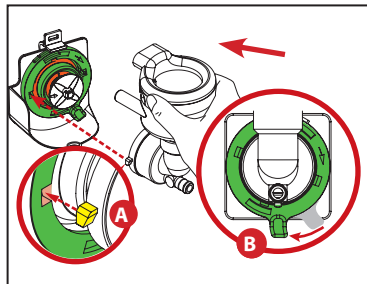

Рис. 4
3. Поверните установочную пластину по часовой стрелке так, чтобы отверстия смесителя расположились в положениях 3 часа и 9 часов. Выровняйте направляющие крючки на смесительной камере и вставьте их через пластину и в шасси (A). В завершение, зафиксируйте смесительную камеру, поворачивая установочную пластину по часовой стрелке до упора, когда выступ установится в положение фиксации (B). (См. рис. 4)